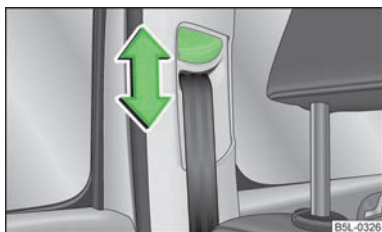

Fig. 120
- Presionar el herraje de inversión y desplazar en el sentido deseado, hacia arriba o hacia abajo » fig. 120.